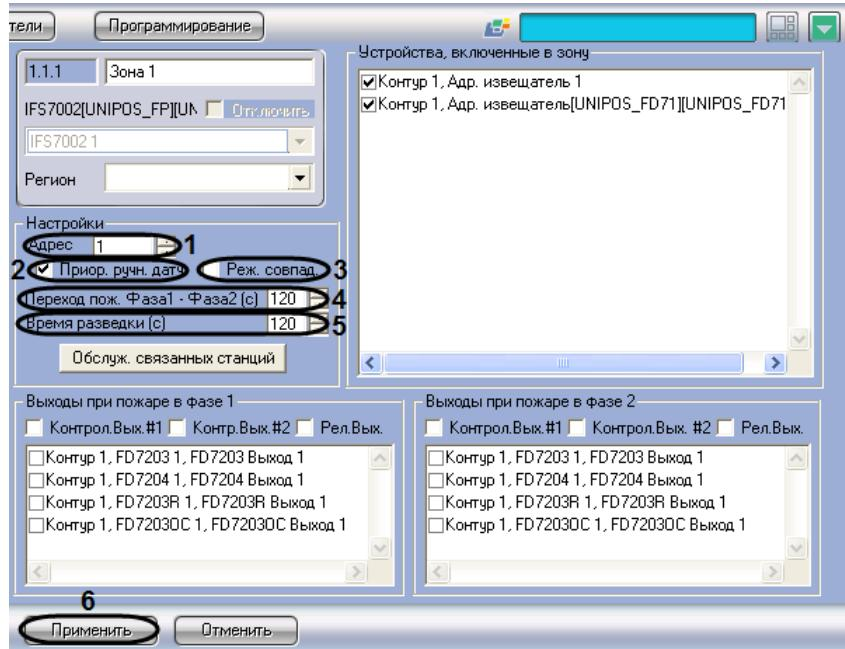

Рис. 3.7-2 Задание параметров пожароизвещательной зоны
1. Перейти на панель настройки объекта **Зона** (Рис. 3.7-2).
2. В поле **Адрес** ввести с помощью кнопок **вверх-вниз** порядковый номер зоны (см. Рис. 3.7-2, 1).
3. В случае, если для ручного датчика следует установить более высокий приоритет при срабатывании по сравнению с автоматическим, установить флагок **Приор. ручн. датч.**. При срабатывании ручного датчика произойдет активация фазы 2, если флагок **Приор. ручн. датч.** установлен, и фазы 1, если он снят (см. Рис. 3.7-2, 3).
4. В случае, если для зоны требуется установить режим **Совпадение**, установить флагок **Реж. совпад.** (см. Рис. 3.7-2, 4).
5. В поле **Переход пож. Фаза1 – Фаза 2 (с)** установить время перехода станции в секундах из фазы 1 в фазу 2 (см. Рис. 3.7-2, 5).
6. В поле **Время разведки (с)** установить время разведки в секундах сигнала **Пожар первой степени** (см. Рис. 3.7-2, 6).
7. Для сохранения настроек во внутренней базе данных Сервера *Интеллект* нажать кнопку **Применить** (см. Рис. 3.7-2, 7).